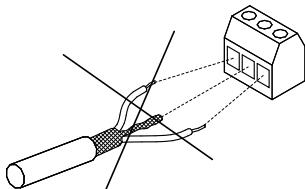

Fig. 38 Undgå sammensnøing af skærmens ender
- Undgå terminering af skærmen med sammensnoede ender. Se fig. 38. Brug kabelbøjler eller EMC-kabelforskrninger i stedet.